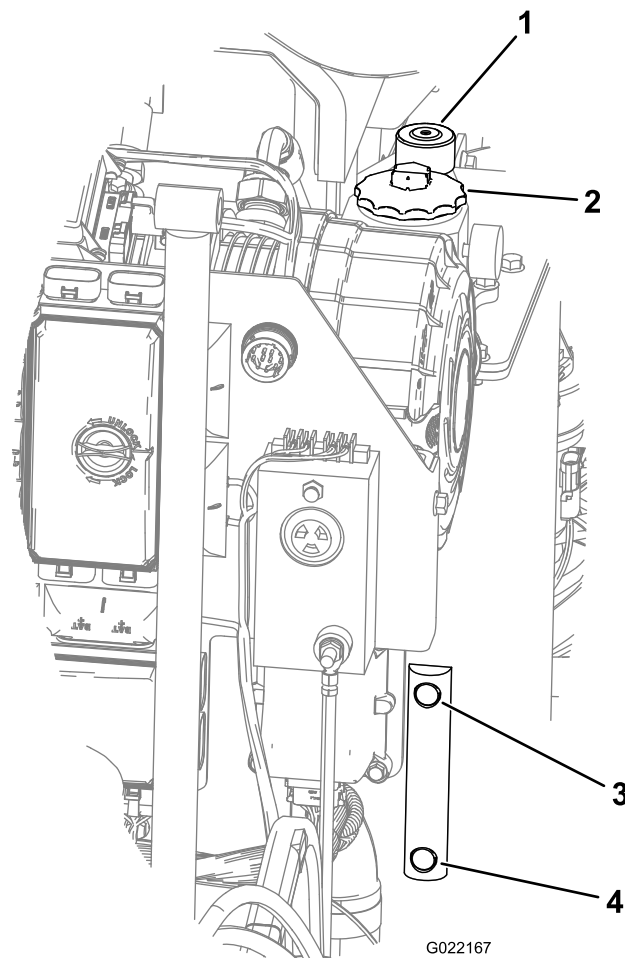

Рисунок 146
3. Посмотрите на визуальный указатель в баке гидравлической жидкости и проверьте ее уровень (Рисунок 146).
4. Если уровень низкий, откройте крышку гидравлического бака и добавьте рабочую жидкость указанного типа, пока ее уровень не достигнет отметки «Полный» по визуальному указателю (Рисунок 146).